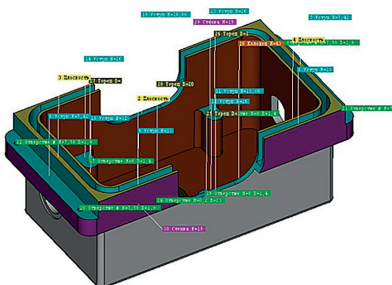

Рис. 22. Распределение модели по конструктивным элементам
- анализ геометрии детали и представление электронной модели детали с визуализацией конкретных конструктивных элементов (рис. 22);